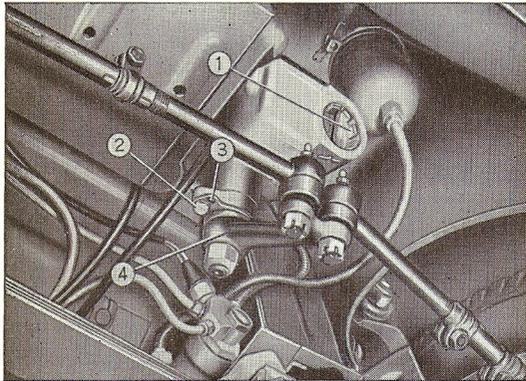

Fig. 37. — Reglaje del juego entre el tornillo y el sector de la dirección.
— Aflojar el tornillo (fig. 37, 2) que fija la chapita de regulación, hacer girar el casquillo excéntrico por mediación de la chapita misma (en el sentido de acercar el sector al tornillo helicoidal), de un ángulo tal que permita fijar nuevamente la chapita utilizando el segundo agujero.
b) Juego de los rodamientos del tornillo: Actuar sobre el aro roscado (fig. 37, 1) emplazado en la extremidad de la caja.